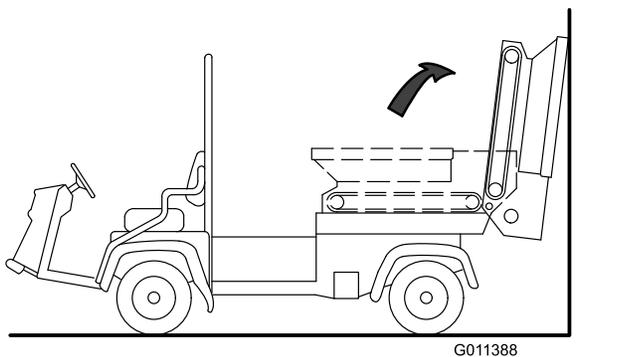

图33
5. 向后转动料斗并倚靠到墙壁、梯子等物体上面。不要将料斗靠着机器后部放置因为这样可能会损坏刷子或液压接头 图33。
**重要事项** 确保料斗绕着中心旋转和/或固定到墙壁或柱子上防止其意外跌落到工作区 图33。